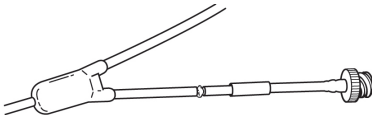

Fig. 13
4. Läggs lim på skarven. (Fig. 13)